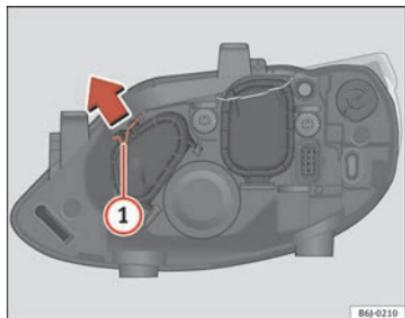

Fig. 138 Máximos
- Desloque o tirante ① no sentido da seta e puxe a tampa ⇒ fig. 138.